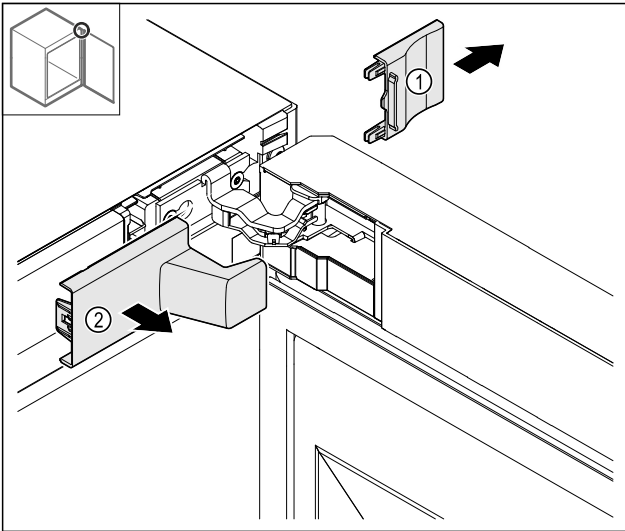

Fig. 13
- ▶ Зніміть Fig. 13 (1), а потім Fig. 13 (2).